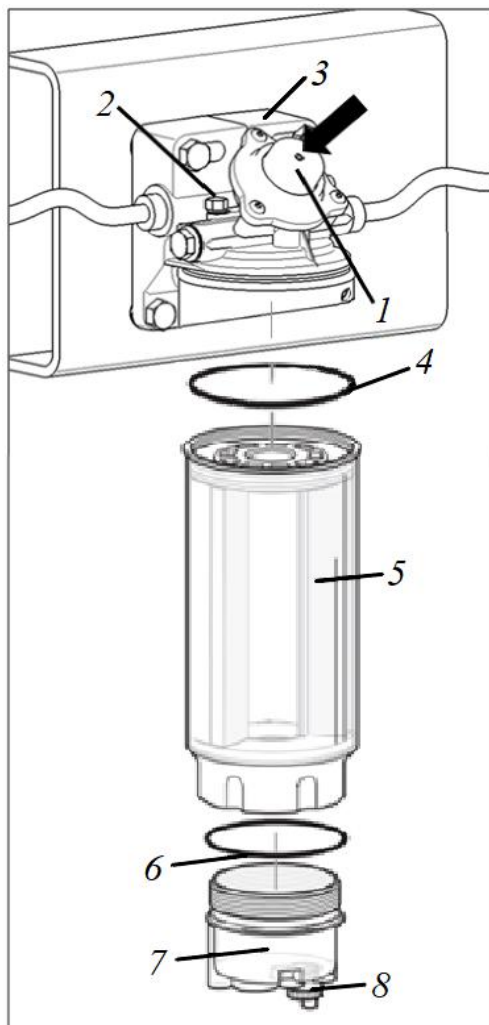
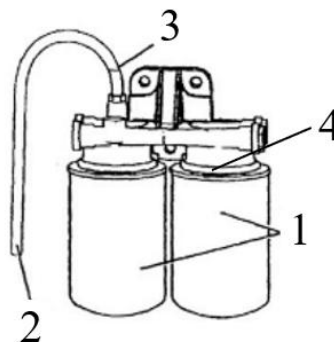

Рисунок 5.22. Фильтр предварительной очистки топлива PRELINE 420
Рисунок 5.23. Фильтры тонкой очистки топлива
- ▶ Открыть сливную пробку 8, одновременно ослабить резьбовую пробку для удаления воздуха 2, рис. 5.22.
- ▶ Отвернуть водосборный стакан 7 рис. 5.22.
- ▶ Отвернуть сменные фильтры для топлива 1, рис. 5.23. В случае затруднённого отворачивания использовать съёмник.
- ▶ Навернуть последовательно сменные фильтры 1 вручную до касания уплотнительного кольца с опорной поверхностью корпуса 4, после чего довернуть их примерно на 3/4 оборота (см. рис. 5.23).
- ▶ Прокачать топливную систему ручным топливоподкачивающим насосом 1 фильтра грубой очистки топлива, см. рис. 5.22.
Для прокачки топливной системы необходимо присоединить трубку 2 (рис. 5.23), отвернуть дренажный винт 3 и качать ручным топливоподкачивающим насосом 1 (рис. 5.22) фильтра грубой очистки топлива до тех пор, пока топливо не начнет вытекать из трубки без пузырьков, после этого завернуть дренажный винт 3, рис. 5.23.